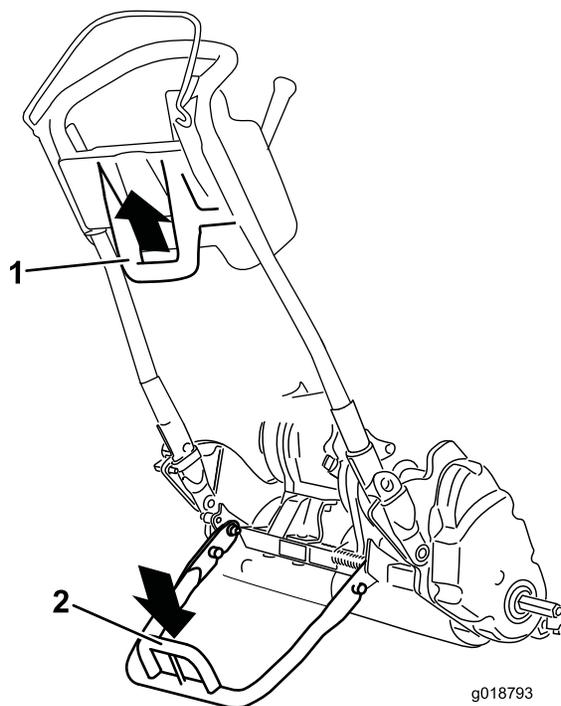

图 22
- 要使用支撑架安装行走轮首先应将支撑架放到地面上踩下支撑架环并向向上向后拉中下部手柄图 22。